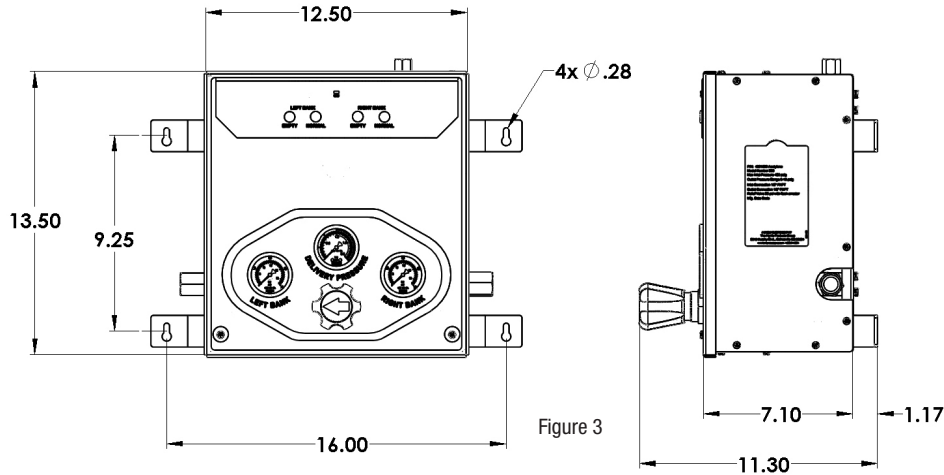

Figure 3
1. Le boîtier de contrôle doit être attaché à un mur ou à une autre structure solide de façon à ce que les raccords d'entrée du boîtier soient à environ 60 po (150 cm) du sol. Cette hauteur peut varier légèrement en fonction de la hauteur de la bouteille. Les dimensions pour le montage du boîtier de contrôle apparaissent dans la figure 3. Les goujons de fixation horizontaux doivent être positionnés à 16 po et les goujons de fixation verticaux à 9,25 po. Le boîtier n'est pas accompagné du matériel de montage. Le client devra choisir les fixations adaptées à la surface de montage.